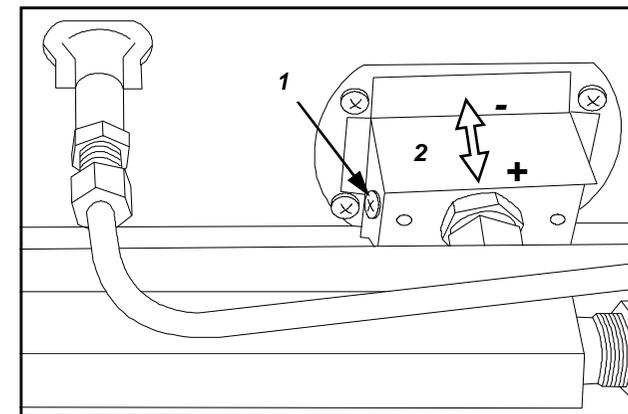

FIG. 9 (RÉGLAGE D'ENTRÉE D'AIR DES BRÛLEURS DE VÔUTE ET DE SOLE)
- A) REMPLACEMENT DES INJECTEURS ET DES BRÛLEURS DE VÔUTE ET DE SOLE. DEVISSER LE PANNEAU FRONTAL (FIG.3-RÉF.2) ENLEVER LE REGISTRE DE L'AIR (FIG.9-RÉF.1/2) POUR VOIR ET ATTEINDRE LES INJECTEURS. DEVISSER LES INJECTEURS ET LES REMPLACER PAR CEUX INDIQUÉS DANS LE TABLEAU DES DONNÉES TECHNIQUES CONCERNANT LE MODÈLE DU FOUR ACHETÉ.
- D) RÉGLAGE DE L'ARRIVÉE D'AIR BRÛLEURS DE VÔUTE ET DE SOLE DESSERRER LA VIS (FIG.9-RÉF.1) POUR FAIRE, COULISSER, DANS LA BOUTONNIÈRE SPÉCIALE L'OUVERTURE D'AIR DU BRÛLEUR (FIG.9-RÉF.2). UNE FOIS LE RÉGLAGE EFFECTUÉ, VISSER POUR FIXER LA PIÈCE.